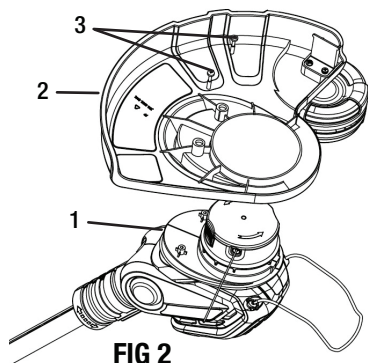

FIG 2
Monter la protection (2) sur la tête de coupe (1), voir Fig. 2.